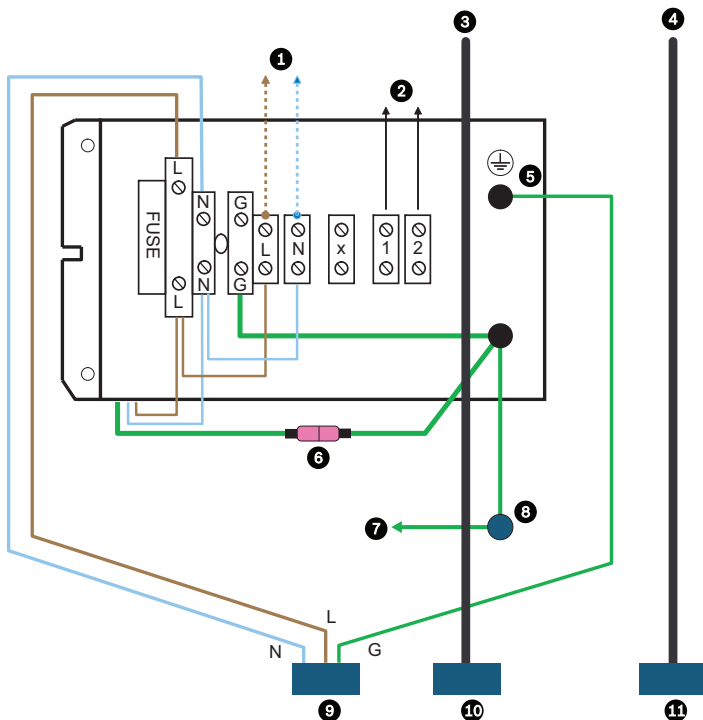

Figura 5.8 Diagrama del cableado del terminal
2. Conecte el cable de la fuente de alimentación al bloque de terminal. Consulte la *Figura 5.8*. Pele entre 6 mm (0,25 pulg.) y 8 mm (0,31 pulg.) del aislamiento del cable. Asegúrese de no causar ningún daño en los cables.
3. En los modelos de cámaras de 120 y 230 VCA, corte el cable de alimentación y deje la cantidad de cable suficiente para realizar la conexión al bloque de terminales. Pele entre 6 mm (0,25 pulg.) y 8 mm (0,31 pulg.) del aislamiento del cable. Asegúrese de no causar ningún daño en los cables. Conecte estos cables a los conectores que se encuentran en el bloque terminal. Consulte la *Figura 5.8*.